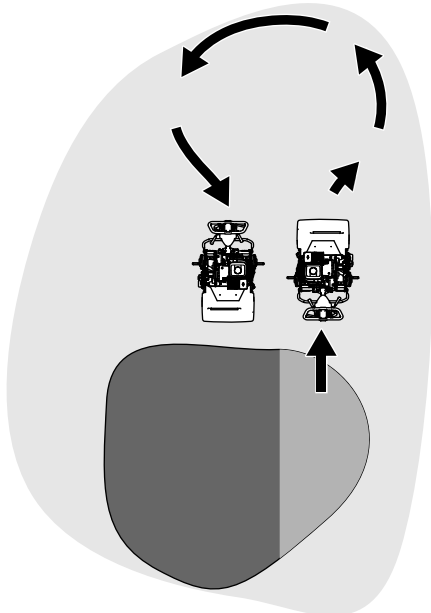

Figura 19
- Para girar la máquina y salir del green, eleve el molinete (empujando el manillar hacia abajo) y realice un giro en forma de lágrima sobre el tambor de tracción (Figura 19).
1. Localice la palanca de engranado de la tracción en la caja de engranajes de la transmisión (Figura 19).